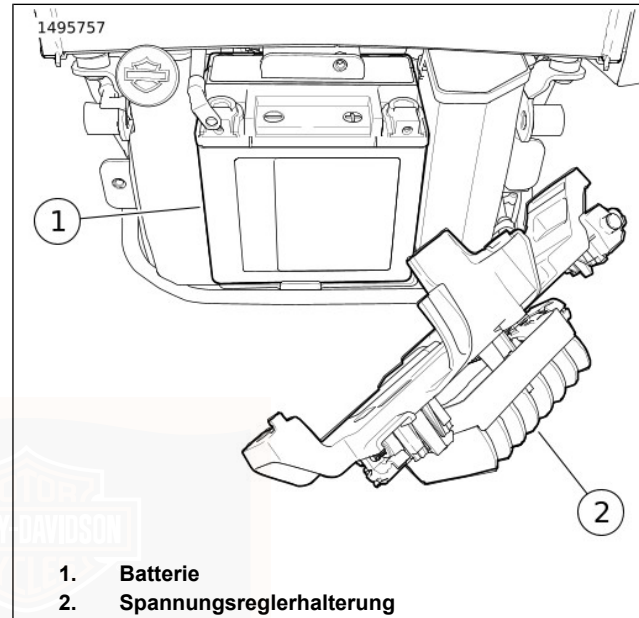

Abbildung 70. Spannungsreglerhalterung
6. Abbildung 70 Die Spannungsreglerhalterung (2) beiseiteschieben.
7. Die Batterie (1) ausbauen.